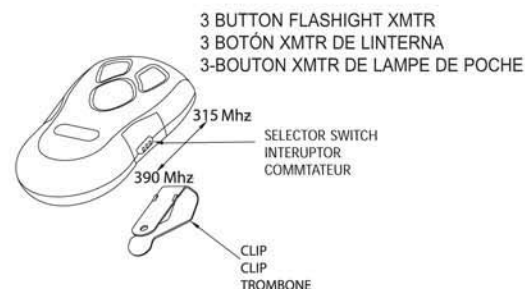

Fig. 3
Étape 5-2 Attachement de Trombone de Visière Fig. 3
Le récepteur dans le powerhead peut recevoir des signaux à 315 et 390 MHz. L'éloigné est la série d'usine à 315 MHz. Voir la figure 3 au dessous pour la commutateur de selector de fréquence.